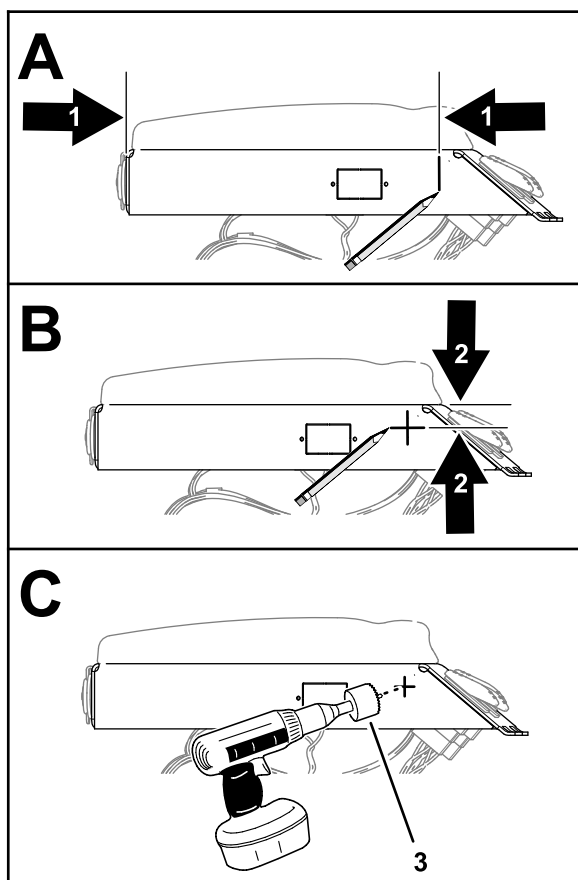

Figure 96
1. Mesurez 260 mm ($10\frac{1}{4}$ po) à partir de l'arrière du panneau d'accoudoir et faites un repère sur le panneau (Figure 96).
2. Mesurez 35 mm (1⅜ po) à partir du haut du panneau d'accoudoir et faites un repère sur le panneau (Figure 96).
5. Percez un trou de 17 mm (11/16 po) dans le panneau d'accoudoir à l'emplacement marqué au pointeau (Figure 96).